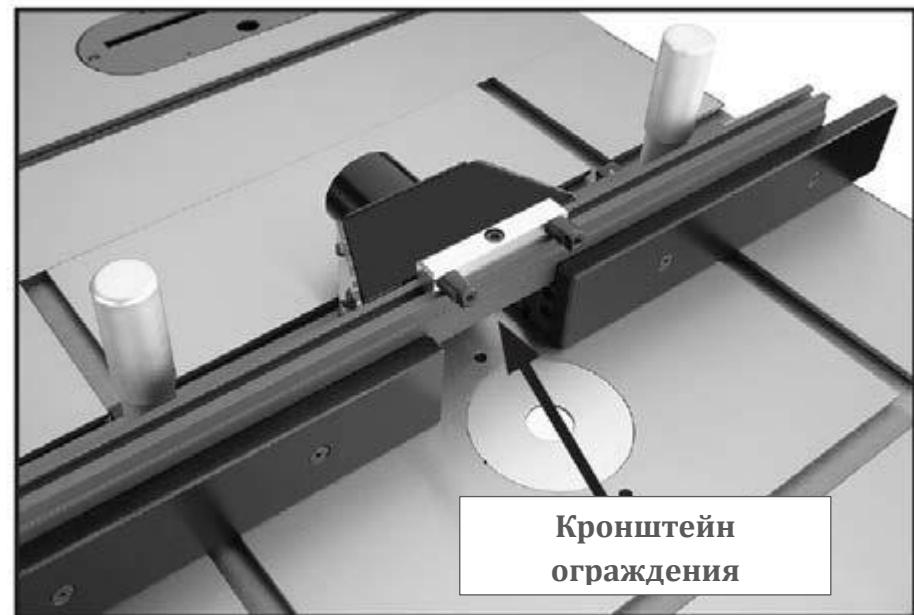

Рис. 10. Отцентрированный кронштейн ограждения
11. Вставить прилагаемую квадратную гайку кронштейна ограждения в верхний Т-образный паз упора, отцентрировать его по центру фрезы, затем затянуть винт для его закрепления, как показано на **рис. 10.**